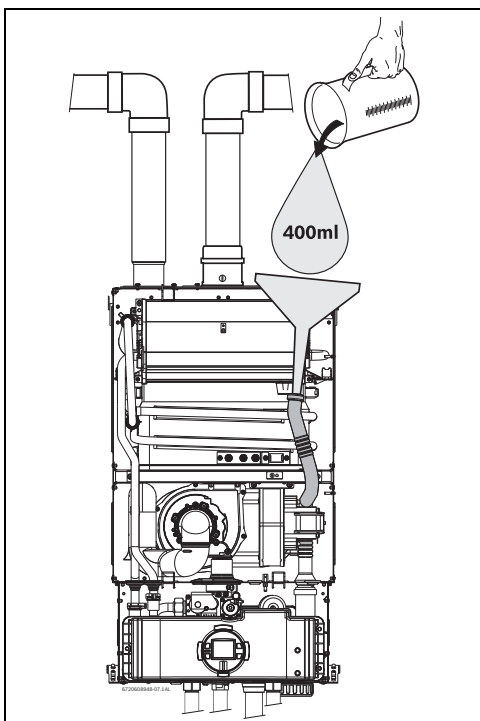

Fig. 29 Llenado del depósito de agua después de la instalación
- ▶ Llenar el depósito de aguas condensadas con aproximadamente 400 ml de agua, a través del tubo de condensados. Para evitar daños en el aparato utilice un embudo en la extremidad del tubo, consultar (Fig. 29 ).